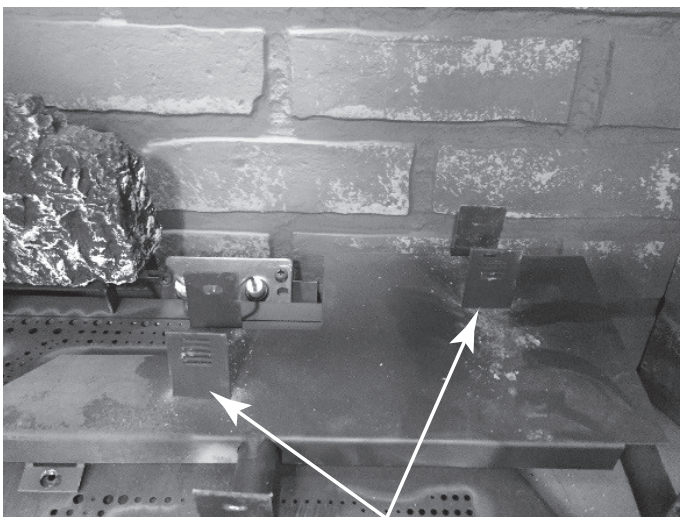

Figure 14.7 Languettes de fixation de la bûche arrière droite
- Placez des pierres de lave sur le plateau prévu à cet effet, devant et sous le brûleur. Voir la figure 14.7.